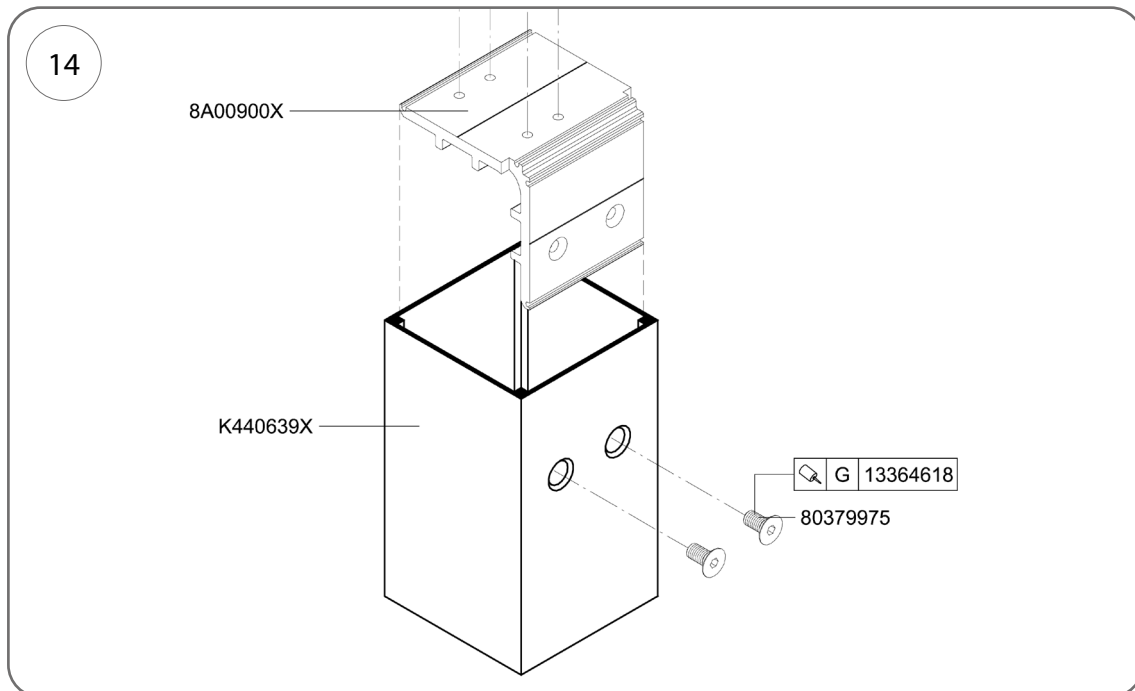

Fig. 14
1. Fissare il connettore della colonna, codice 8A00900X, come mostrato nella Fig. 14.